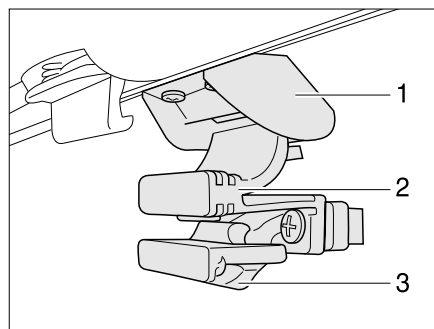

Bild 50 Fenster in der Eingangstür
Fenster öffnen: ■ Sicherung (Bild 50,3) nach hinten drücken.
■ Griff (Bild 50,2) zusammendrücken und Fenster nach unten schieben.
Fenster schließen: ■ Fenster nach oben schieben, bis der Griff (Bild 50,2) in der Verriegelung (Bild 50,1) einrastet.